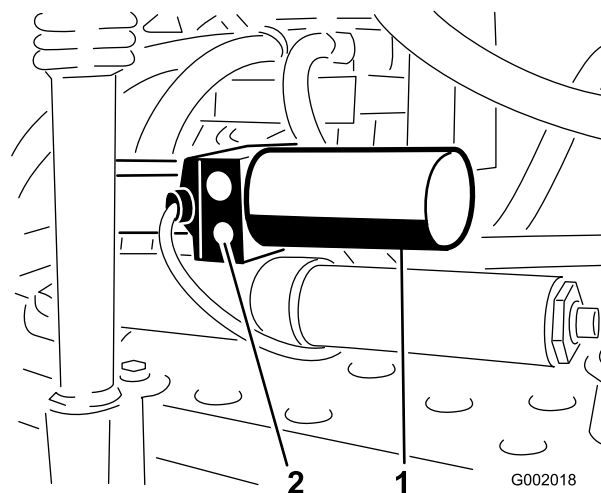

Figure 72
1. Trouvez l'emplacement du clapet de décharge manuel de l'actionneur sur chaque rampe. Le clapet de décharge manuel est la plus petite des valves et se trouve d'un seul côté du corps de l'actionneur (Figure 72).